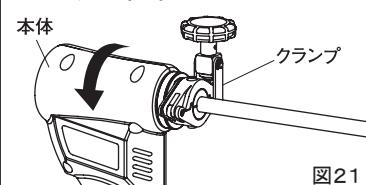

図21
(3) パイプ取外し
①クランプに本体を取付けた時と反対の手順でクランプから本体を外してください。（図21）